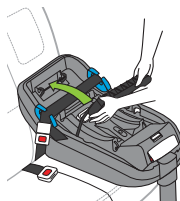

Figura 61b
- Gire el tensor del cinturón hacia la parte trasera del vehículo, como se muestra en la **Figura 61b**, y use ambas manos para presionar firmemente hacia abajo y bloquear el tensor del cinturón.